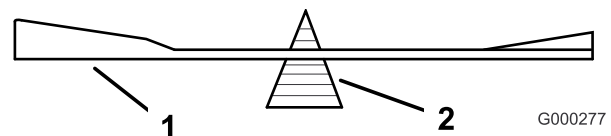
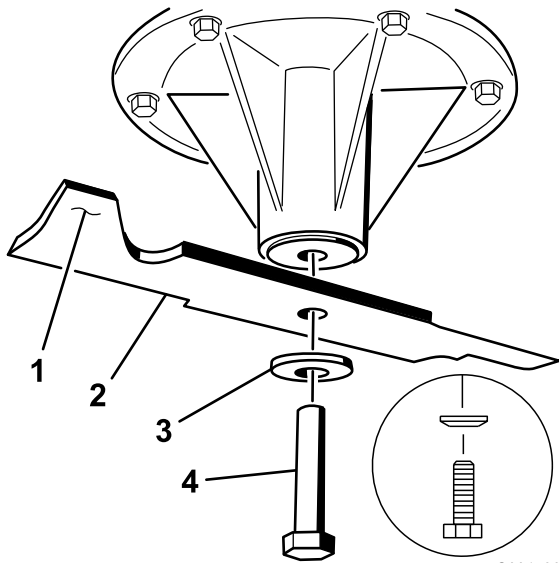

Bild 87
Bild 88
- Entfernen Sie die Messerschraube, Wellenscheibe und das Messer von der Spindelwelle (Bild 88).
- Überprüfen Sie die Auswuchtung des Schnittmessers auf einer Ausgleichmaschine (Bild 87). Wenn das Schnittmesser in der horizontalen Stellung bleibt, ist es ausgewuchtet und kann verwendet werden. Feilen Sie, wenn das Schnittmesser nicht ausgewuchtet ist, vom Flügelbereich des Messers etwas Metall ab (Bild 88). Wiederholen Sie diesen Vorgang, bis das Messer ausgewuchtet ist.
1. Setzen Sie das Messer auf die Spindelwelle (Bild 88).
2. Setzen Sie die Wellenscheibe und die Messerschraube ein. Der Konus der Wellenscheibe muss in Richtung Schraubenkopf zeigen (Bild 88).